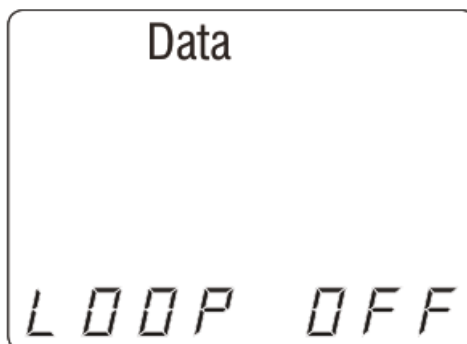

Рисунок 9. Выключение непрерывного тестирования в режиме тестирования кабелей передачи данных.
4. Непрерывное тестирование: Чтобы запустить непрерывное тестирование, нажмите и удерживайте кнопку режима тестирования кабеля передачи данных до тех пор, пока на дисплее не появится индикация «LOOP ON». Когда активирован циклический режим, на правой стороне экрана появляются три небольших перемещающихся «полоски». Экран дисплея будет обновляться с теми же иконками и значениями, что и во время одиночного теста. Чтобы отключить циклическое тестирование, нажмите и удерживайте кнопку режима тестирования кабеля передачи данных до тех пор, пока не появится сообщение «LOOP OFF» (смотрите рисунок 9).